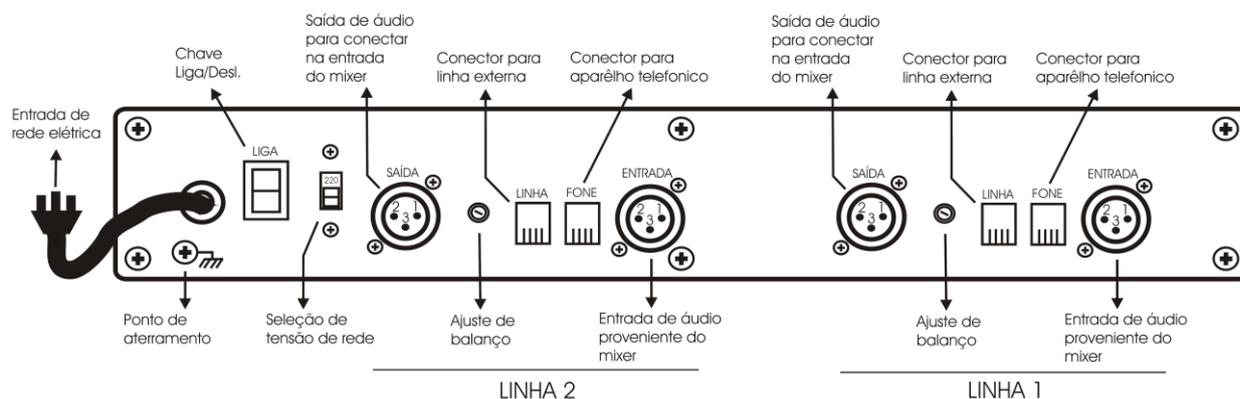

Figura 2
- ◆ O acoplador Híbrido Telefônico Duplo deverá ser ligado conforme conexões da figura 2.
- ◆ Atender o telefone que deverá estar conectado conforme conexões da figura 2, conectar a linha pela chave frontal de forma que o led de conexão acenda, colocar o aparelho no gancho e a partir deste momento inicia-se a conversa com o ouvinte, (já estará sendo transmitido) a partir deste ponto o locutor poderá falar pelo microfone da mesa, pode-se incluir um segundo ouvinte na transmissão através da linha 2.
- ◆ Se houver microfonia, tente ajustar o balanço da híbrida através do potenciômetro na parte traseira do acoplador como mostra a figura 2, se persistir, tente equalizar os ajustes iniciais diminuindo um pouco cada um e retocando o balanço (também deverão ser observados os ajustes inseridos no mixer nos canais que estão relacionados ao Acoplador Híbrido).